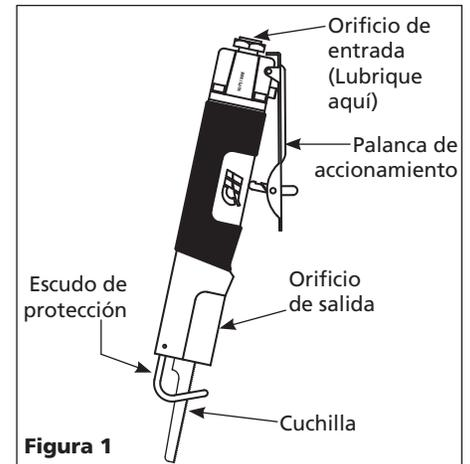

Figura 1
- Coloque la sierra neumática de modo que la entrada de aire esté hacia arriba (Vea la Figura 1).